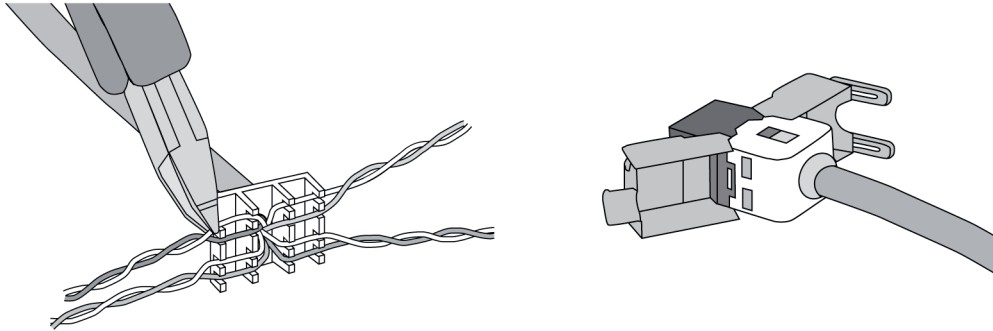

Bild 7: Anslutning adapterkontakt till Ethernet-ledning
- Anslut Ethernet-ledningen till Ethernet-adapterkontakten. Skala av Ethernet-ledarna, avisolera dem inte och lägg in dem i adapterkontaktens lock. Korta av utstickande ledare och skjut på locket i rätt läge på adapterkontakten (bild 7).
- Anslut medföljande Ethernet-adapterledning till klämma (32) och på Ethernet-adapterkontakten.